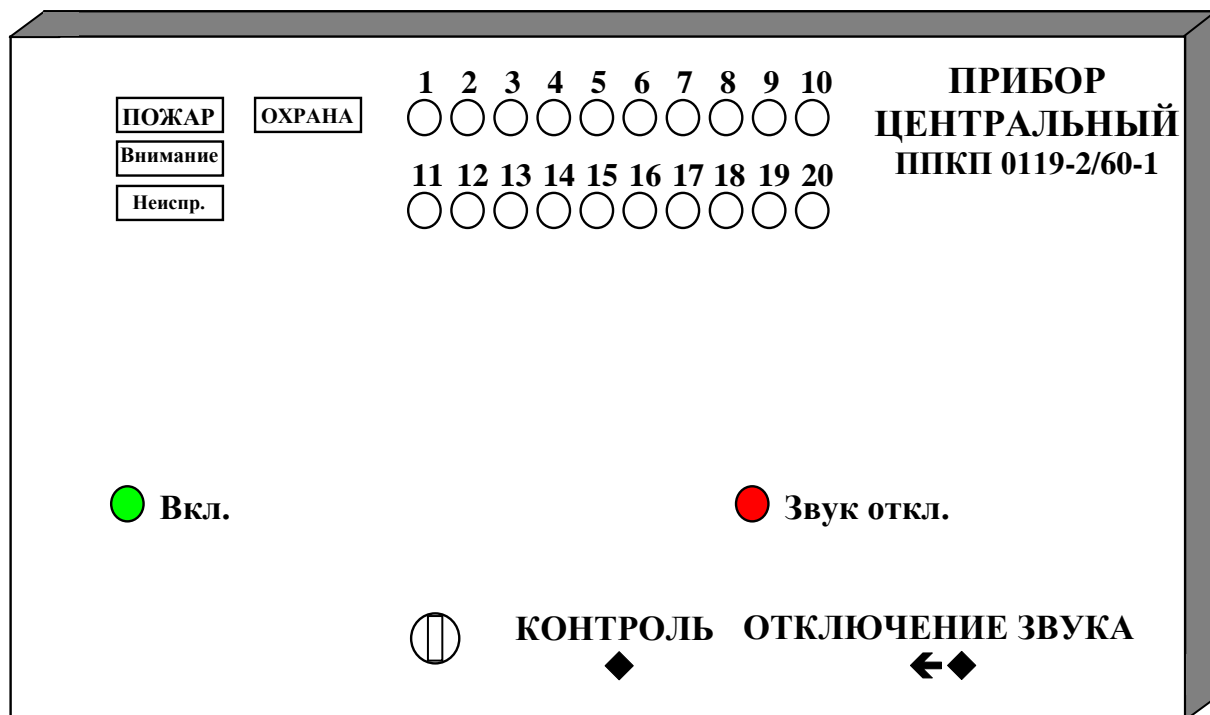

Рис. 4.1. Внешний вид ЦП
4.1.1. Конструктивно прибор ЦП выполнен в виде законченной конструкции и состоит из корпуса и лицевой панели (см. Рис. 4.1).
На лицевой панели центрального прибора расположены следующие элементы световой сигнализации (рис.4.1):